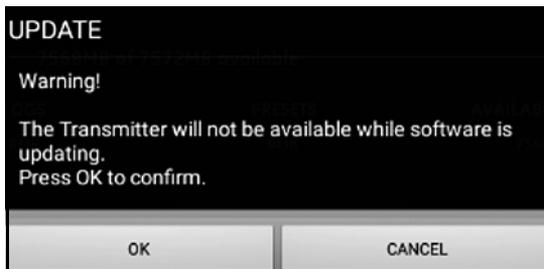

Figure 107 : écran Update Confirmation (Confirmation de la mise à jour)
5. Sur l'écran illustré dans la *Figure 107* ci-dessous, cliquez sur le bouton **OK** pour confirmer la mise à jour et continuer.